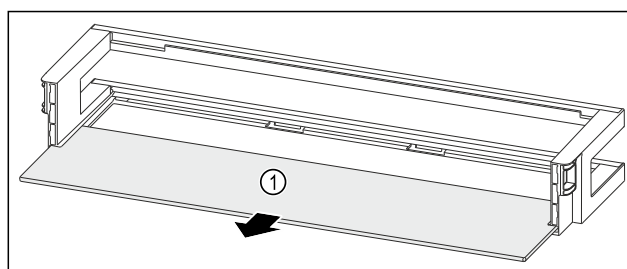

Fig. 64 Deurrek met draagplateau
- Draagplateau Fig. 64 (1) verwijderen.